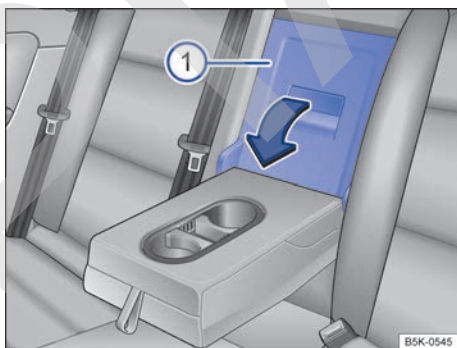

Fig. 168 En el respaldo del asiento trasero: apertura de la trampilla para cargas largas.
- Tire de la palanca de desbloqueo en el sentido de la flecha y abata completamente la tapa de la trampilla → fig. 168 ① hacia delante.